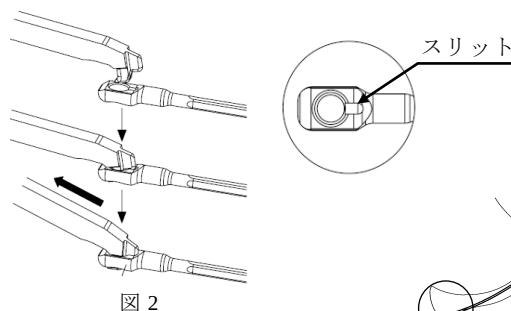
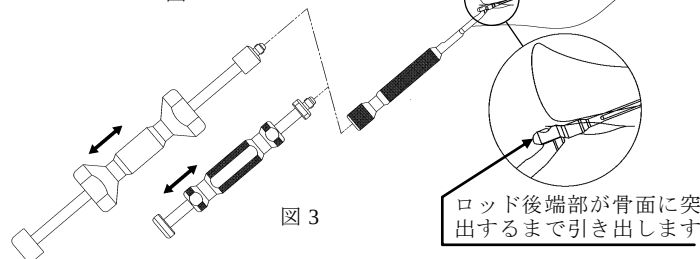

図 2
図 3
- 2) ロッドのスクリューホール脇にあるスリット部分に形状を合わせながら、鎖骨ロッド用抜去器のフック部をロッドのスクリューホールに確実に引っ掛け (図 2)、ロッドの遠位端部が骨面に突出するまで引き出します。ロッドの引き出しが困難な場合は後端にスライドハンマーを接続し、抜去方向に軽く衝撃を与えます。さらに大きな衝撃を加えたい場合は抜去用ラージスライドハンマーを接続します。(図 3)